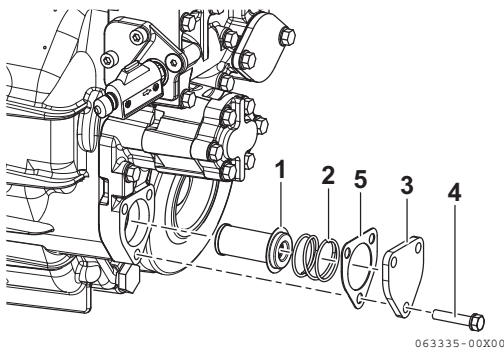

Figura 3
- (a) Rimuovere il coperchio laterale (**Figura 3, (3)**) e rimuovere il filtro (**Figura 3, (1)**).
- (c) Tenere in posizione il filtro con la molla elicoidale (**Figura 3, (2)**) e inserirlo nella scatola. Installare un nuovo guarnizione (**Figura 3, (5)**) nel coperchio laterale.